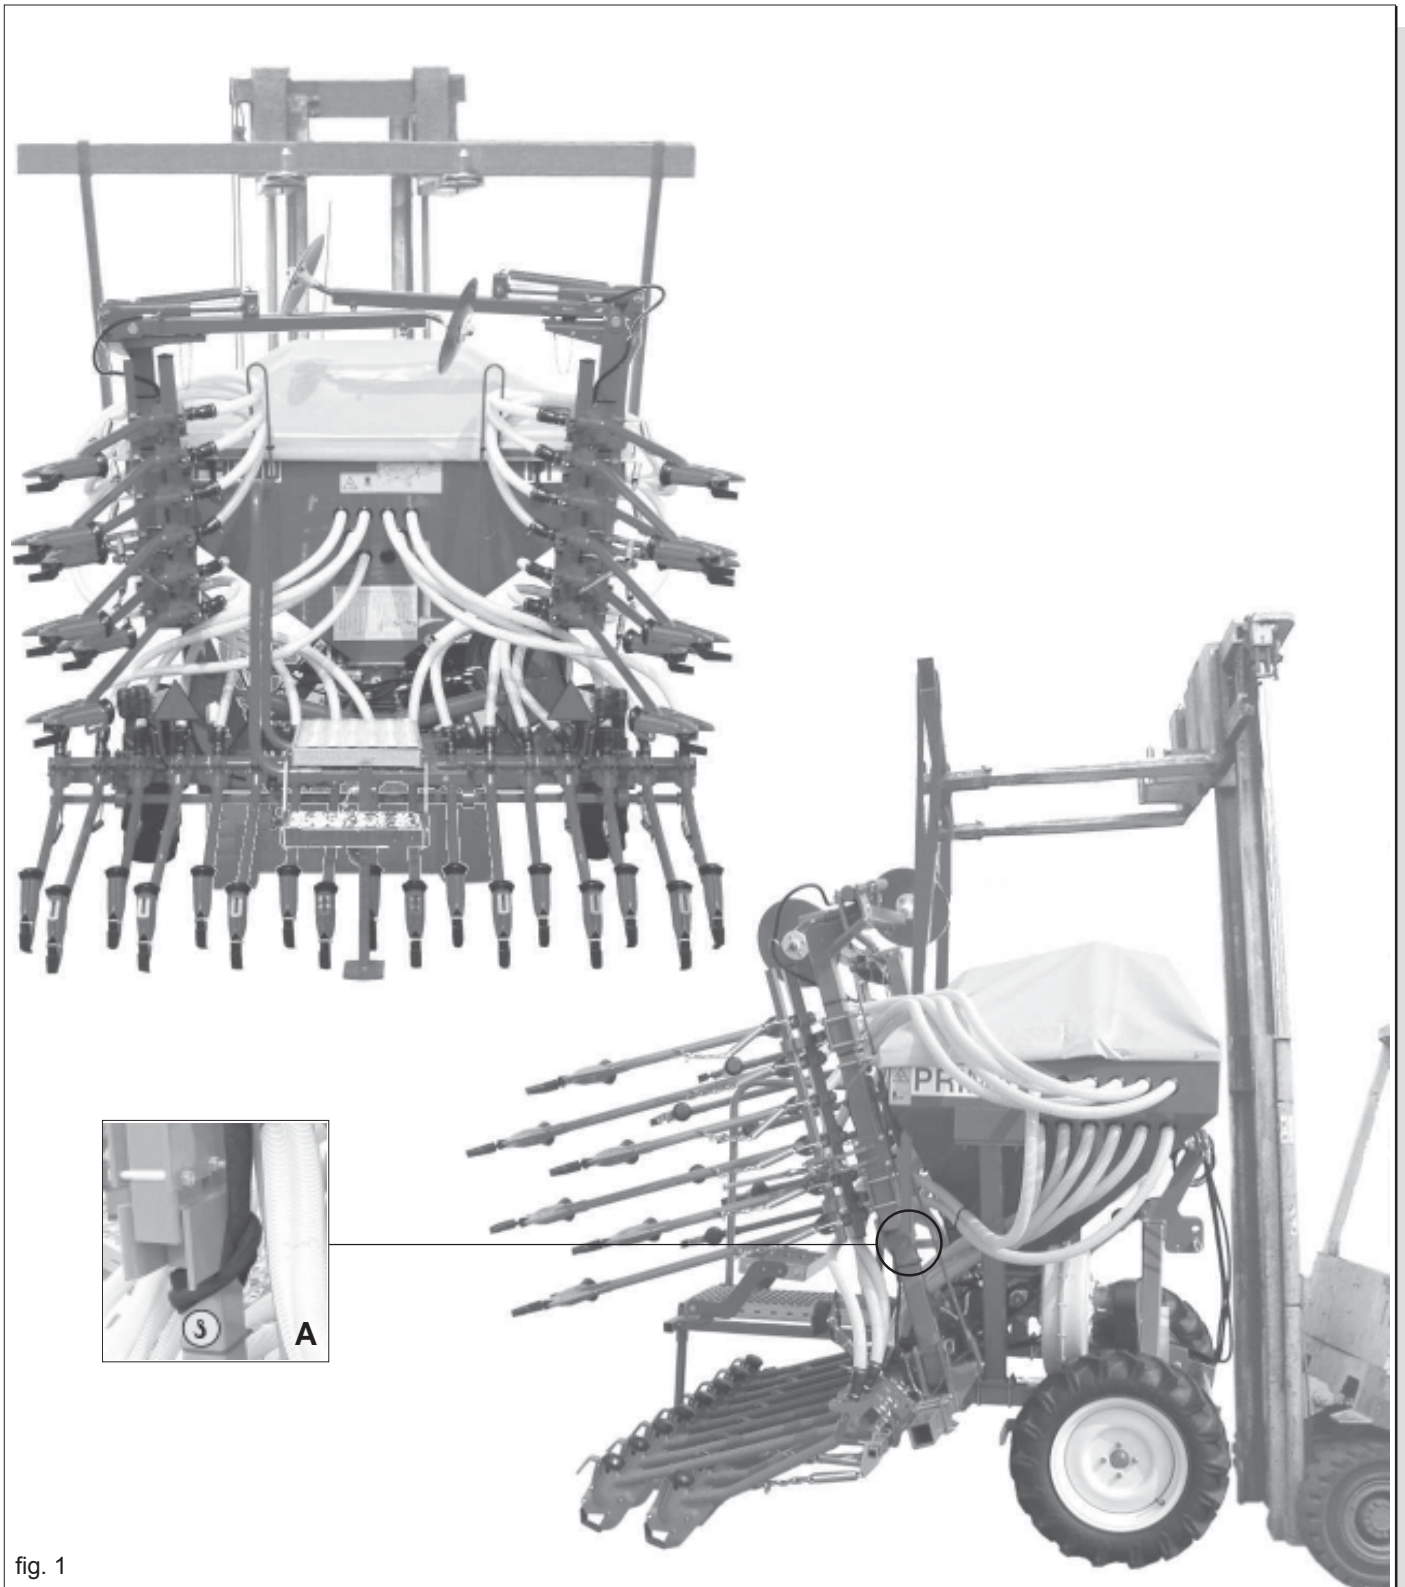
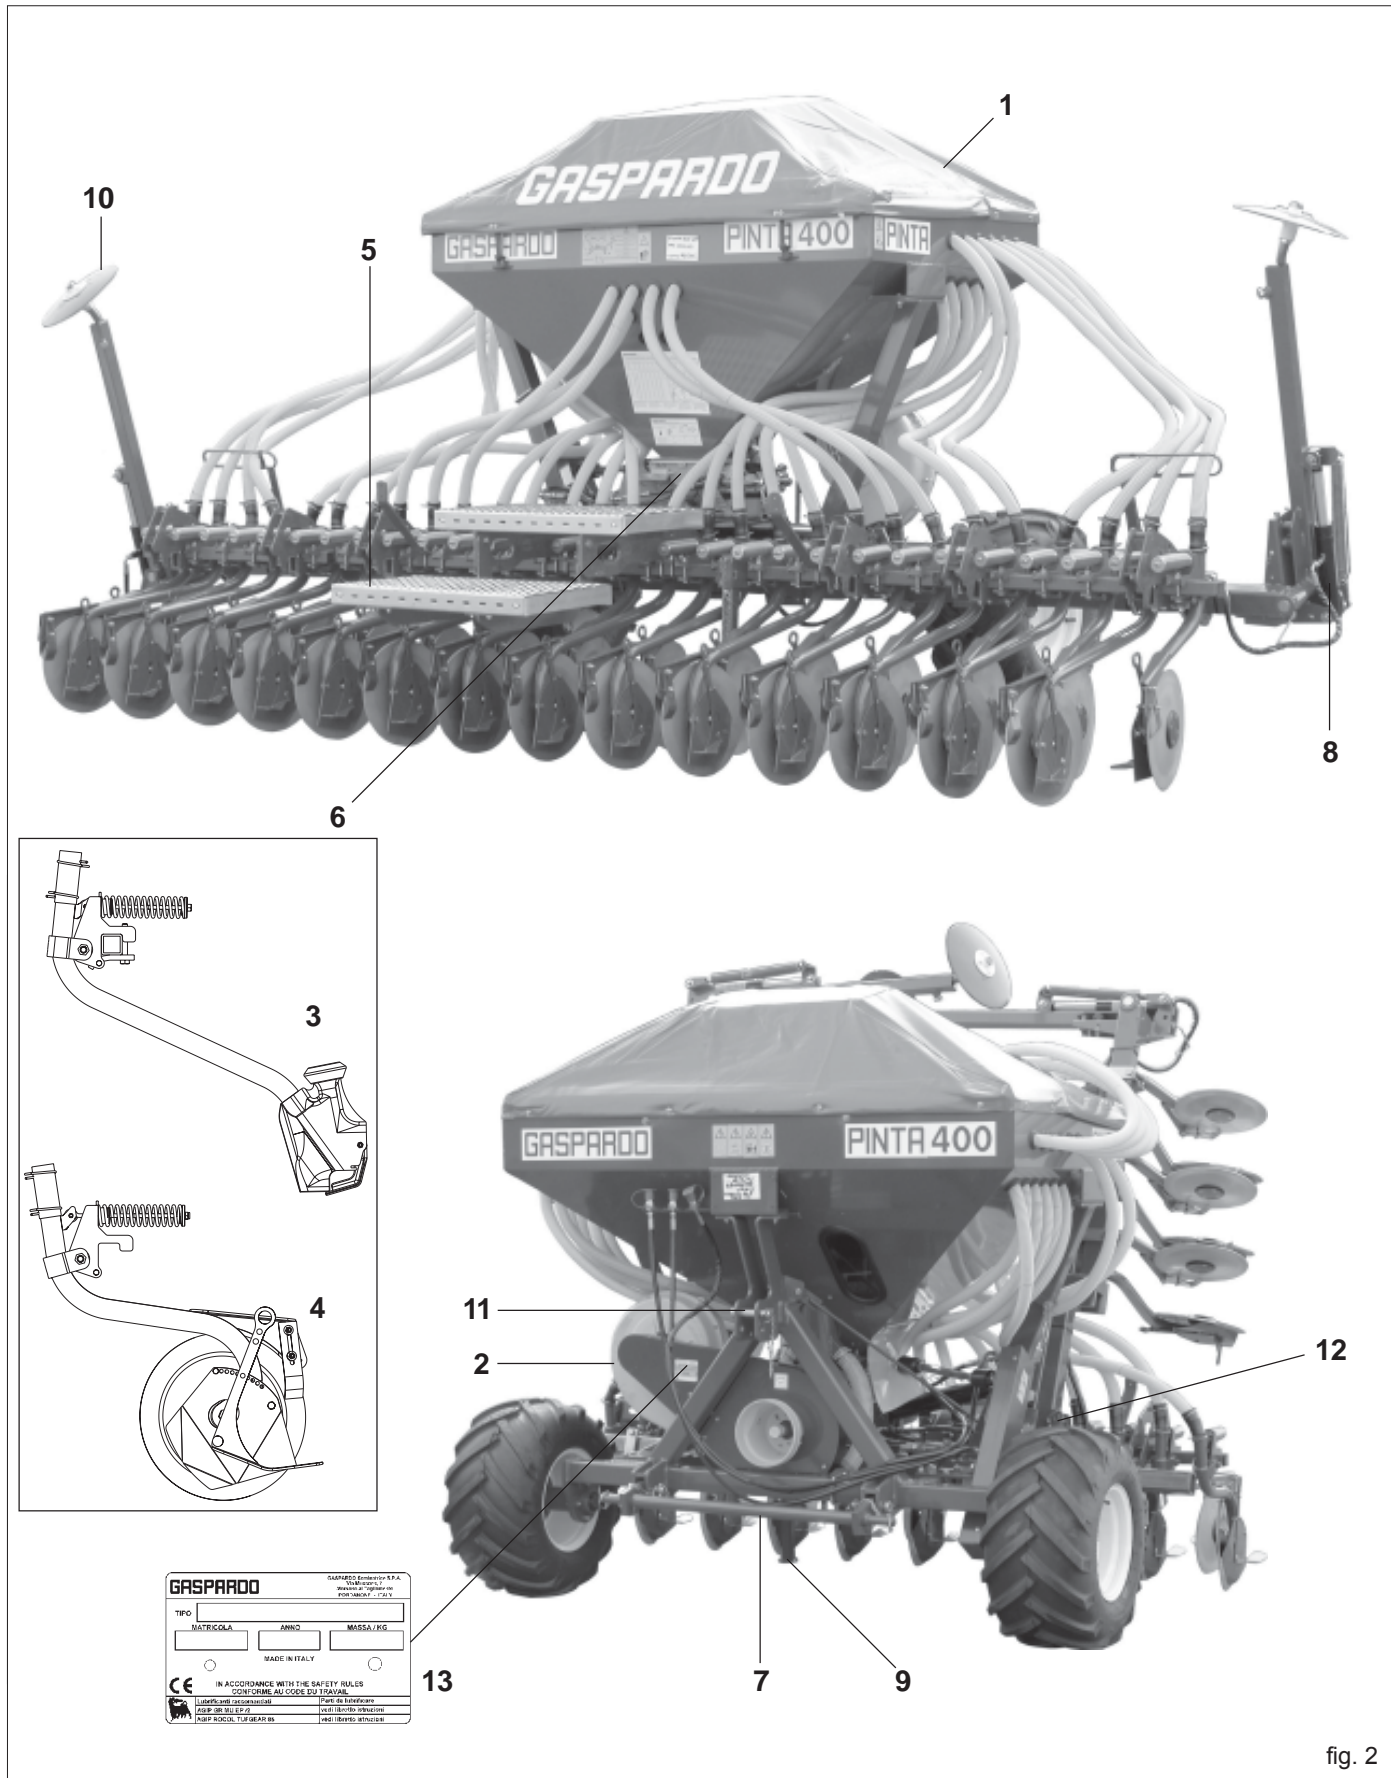

fig. 1
fig. 2
Chaque herse est identifiée par une plaque (13 Fig. 2) sur laquelle sont indiqués:
En cas de manutention de la machine, soulever celle-ci en la fixant aux crochets spéciaux (A Fig. 1) par un palan ou une grue appropriés ayant une capacité suffisante. Cette opération, qui est dangereuse, sera effectuée par un personnel expert et responsable. La masse de la machine apparaît dans la plaque d'identification (13 Figure 2).
1.7 DESSIN GLOBAL (Fig. 2)